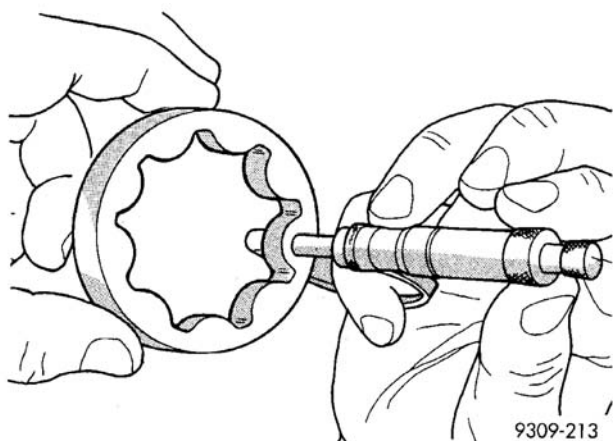

图 113 测量外转子厚度
- （3）测量外转子的厚度与直径。若外转子的厚度测量为 7.64mm (0.301in.) 或更少（图 113），或若直径为 79.95mm (3.148in.) 或更少时，则更换外转子。